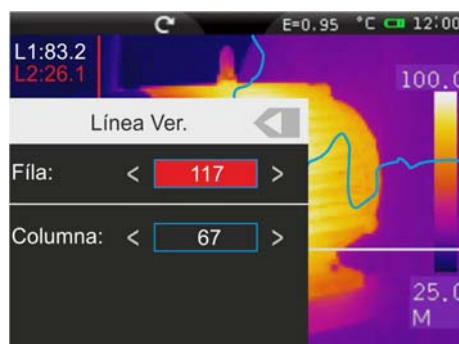

Fig. 27: Configuración posición cursor de la línea
2. Toque el icono “” para configurar el valor exacto en píxeles del posicionamiento del cursor de la línea en pantalla (vea la Fig. 27)